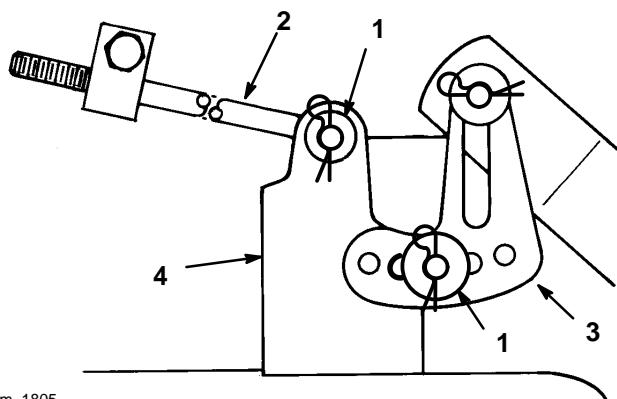

Figure 39
8. Retirer la goupille épingle et la rondelle du haut d'une des pattes de mise à niveau de la tondeuse (Fig. 39), et dégager la patte hors du tenon de montage. Répéter l'opération de l'autre côté de la tondeuse.
9. Retirer la goupille épingle et la rondelle de l'extrémité de la longue tige (Fig. 39) et dégager la tige hors du support de tondeuse. Faire la même chose de l'autre côté de la tondeuse.